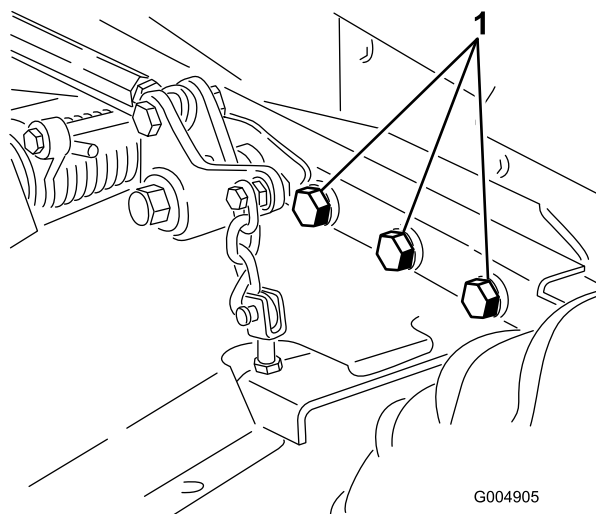

Figura 58
5. Controllate tutti gli elementi di fissaggio per verificare che non siano allentati; all'occorrenza serrateli. Serrate i 6 bulloni che fissano il telaio del piatto di taglio al trattore (Figura 58) a 359 N·m.